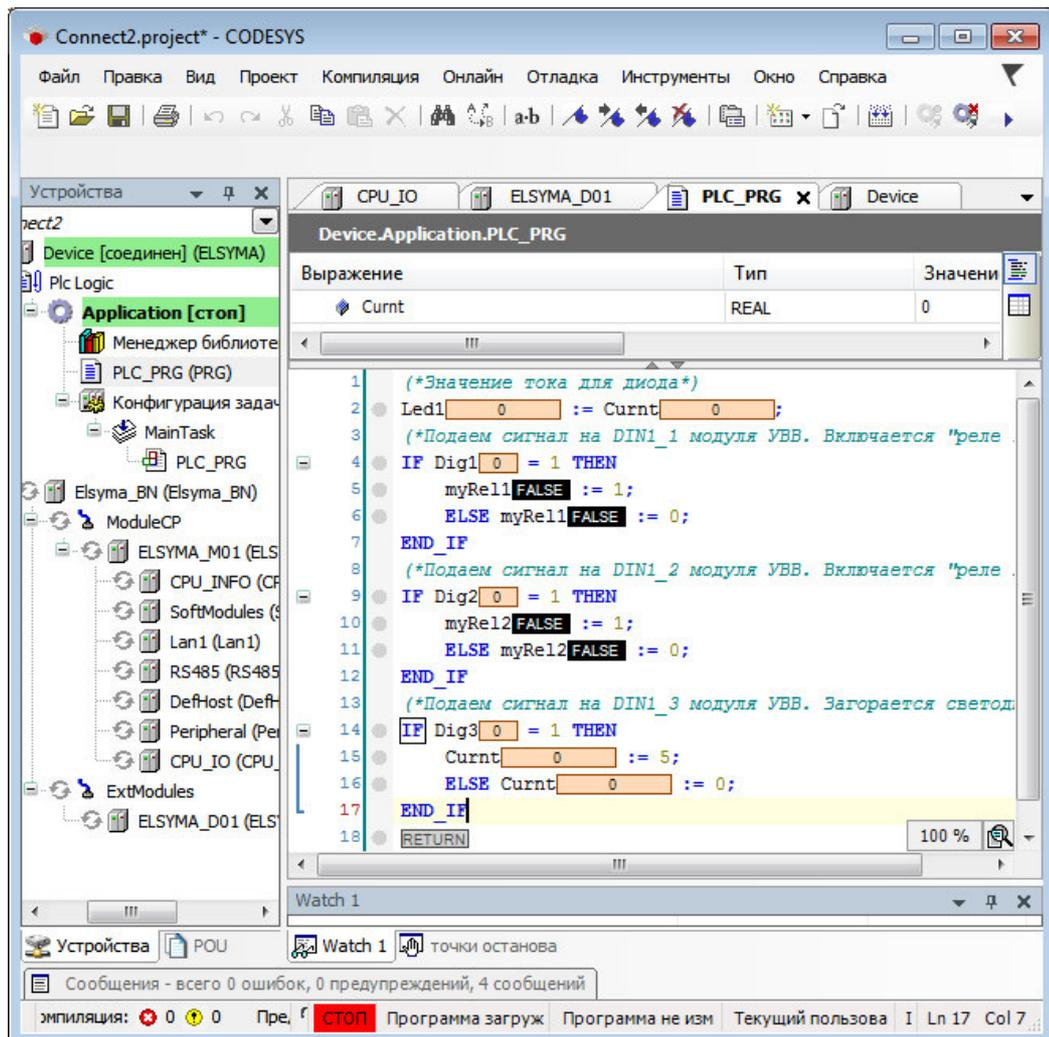

Рисунок 5.11 - Редактор POE. Загрузка задачи в контроллер
1. Перейти в редактор **POU** на закладку **PLC\_PRG** и подключиться к контроллеру, выбрав команду **Логин** в меню **Онлайн** или нажав клавиши **[Alt]+[F8]**. На вопрос о загрузке задачи в контроллер следует нажать кнопку «Да». В строке статуса программы *CoDeSys* отображается состояние **СТОП** (рисунок 5.11).